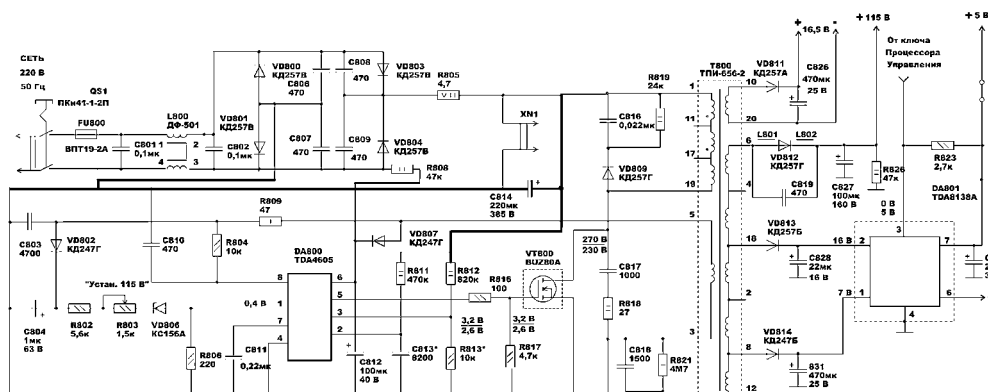

рис.2
- на ИМС и отдельном силовом транзисторе (на **рис. 2** приведена схема ИП на распространенной ИМС TDA4605);